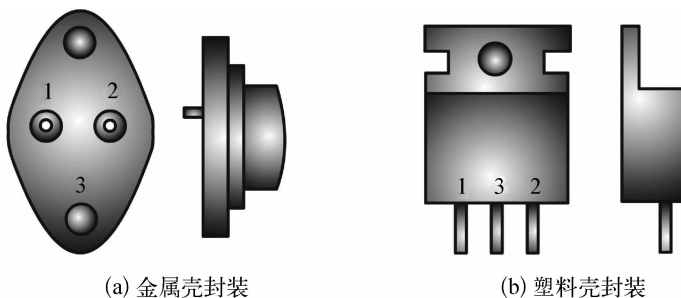

图 1-3-2 三端集成稳压器封装形式
(1) 产品的封装形式有金属壳和塑料壳两种。它们都有三个管脚,分别是输入端、输出端和公共端,因此称为三端式稳压器。这类稳压管使用方便,性能可靠(内部有保护电路),目前已基本取代了分立元件稳压器(图 1-3-2)。